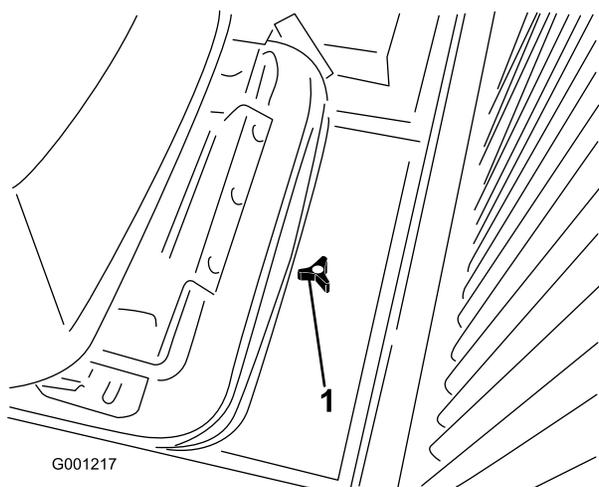

Figura 32
- Allentate la manopola e togliete il portello di accesso sul retro della piastra di montaggio del sedile (Figura 32).